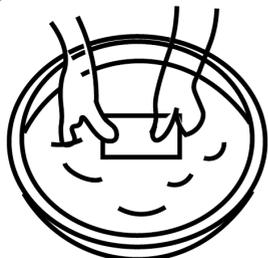

Abbildung 27
- Waschen Sie den Filter sorgfältig in lauwarmen Seifenwasser aus, Abb. 27.